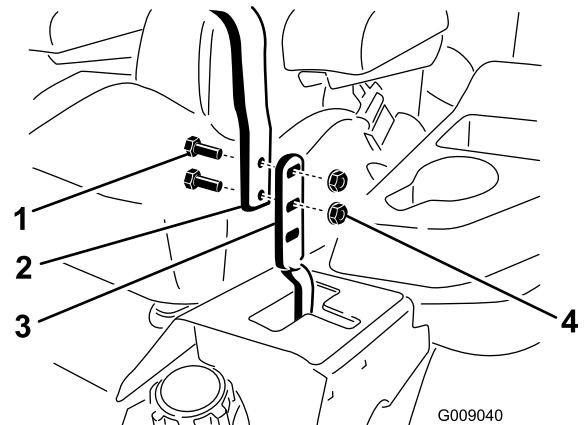

Figure 76
3. Desserrez les boulons et les écrous à embase situés dans les leviers (Figure 76).
4. Réglez l'alignement avant/arrière des leviers en les plaçant simultanément à la position **POINT MORT**, faites-les coulisser jusqu'à ce qu'ils soient alignés, puis resserrez les boulons (Figure 76).